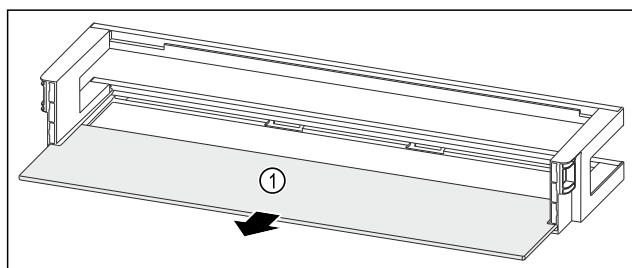

Fig. 147 Balconcino controporta con ripiano
- ▶ Rimuovere il ripiano Fig. 147 (1).